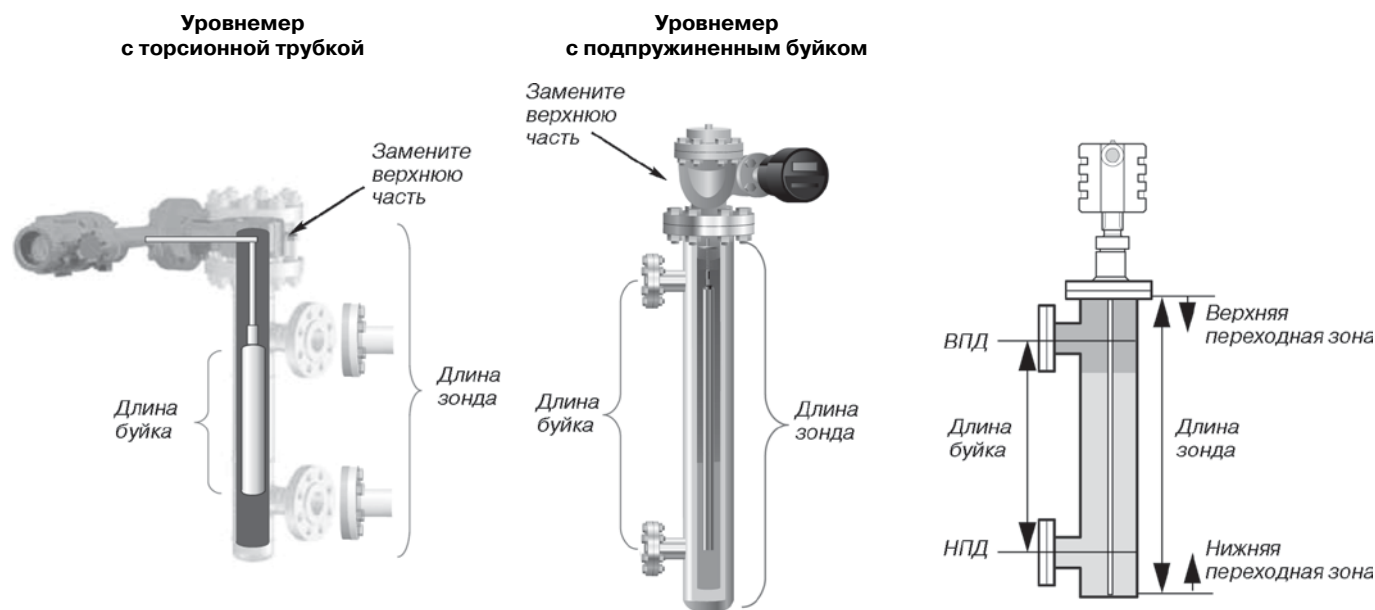

Рис.2. Определение типа буйкового уровнемера.
**4. По рис.2 определите тип буйкового уровнемера: с торсионной трубкой или с подпружиненным буйком.**
**5. Определите длину зонда.** Длина зонда определяется расстоянием от опорной поверхности фланца до дна камеры (внутренняя полость камеры), как показано на рис.2 и в табл. 1. Зонд должен быть практически равен длине камеры, но при этом не должен касаться ее дна. Между концом зонда и дном камеры должен оставаться небольшой зазор (от 12 до 25 мм).